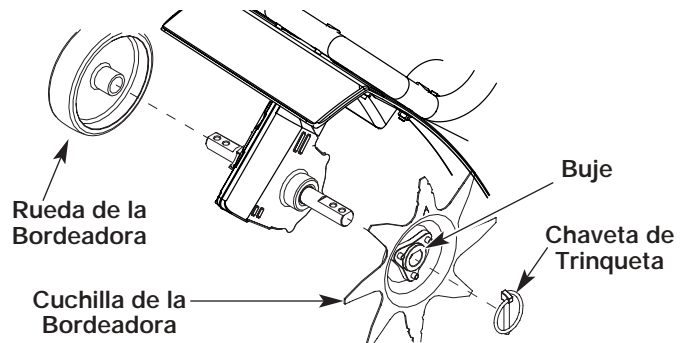

Fig. 6
3. Deslice la rueda de la bordeadora, con el buje mirando hacia adentro, en el lado derecho del árbol del diente y asegúrelo con la chaveta de trinquete en el orificio interior (Fig. 6).
4. Deslice la cuchilla de la bordeadora con el buje mirando hacia el lado izquierdo del árbol del diente y asegúrelo con la chaveta de trinquete en el orificio interior (Fig. 6).